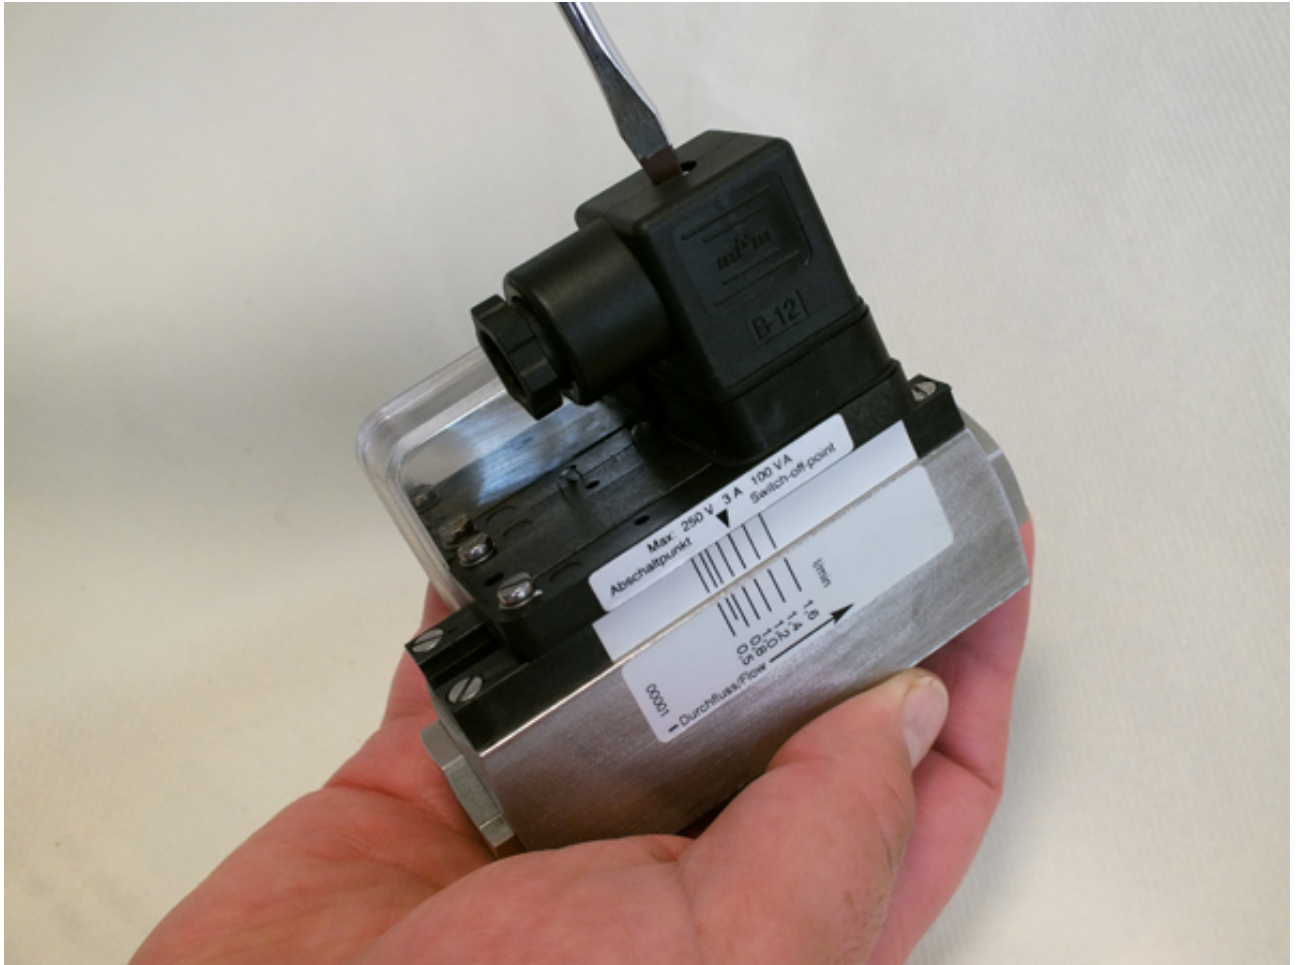

Abb. 26: Steckerdose lösen
1. ➤ Befestigungsschraube (Abb. 26) von der Steckerdose lösen
9. Steckerdose auf Gerätestecker stecken und Befestigungsschraube (Abb. 26/1) anziehen